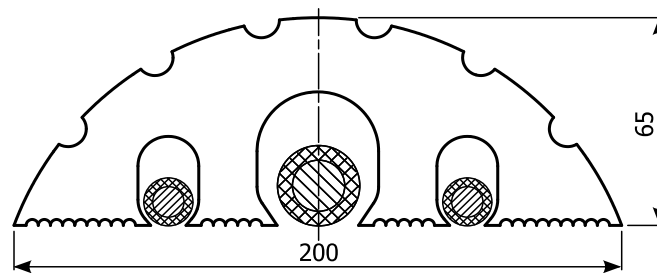

Abb. 38 Halter für Elektrokabel
1.3.36. Universaler Überfahrtschutz (Abb. 38)